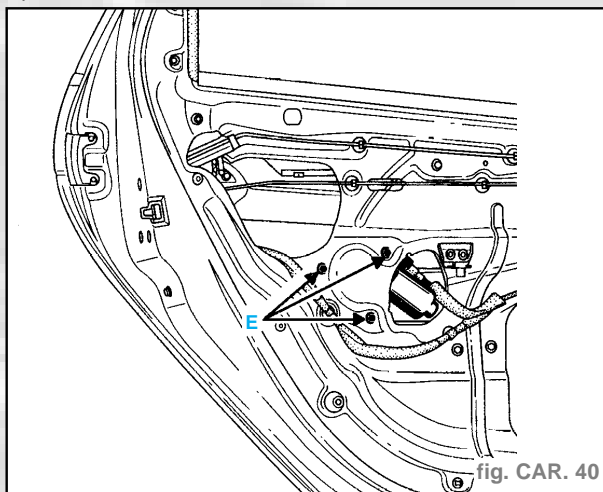

fig. CAR. 40
- Déposer les trois vis de fixation (E) (fig. CAR. 40).